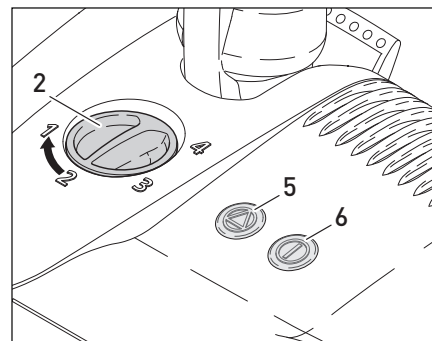

Figure 1
Mise en marche de la brosse motorisée (fig. 1 & 2)
B. Pour le nettoyage par simple aspiration des surfaces délicates ou des sols durs, la brosse motorisée est équipée d'un interrupteur marche/arrêt (#6, figure 1)*. Lorsque cet interrupteur est utilisé pour éteindre le rouleau à brosse, une lumière jaune brille pour indiquer que la brosse est sous tension. Appuyer sur le bouton en position on, la brosse se met à tourner et la lumière s'allume en vert.
Caractéristique du réglage de l'hauteur de la brosse (fig.1)
Lumières d'indication (Fig. 1, 2 & 3)
Lumière marche/arrêt verte* (#6, figure 1): La brosse est activée et tourne.
Lumière marche/arrêt jaune*:* (#6, figure 1): Le rouleau à brosse a été éteint et l'aspirateur fonctionne en mode d'aspiration verticale uniquement.
Lumière d'avertissement de brosse rouge* (#5, figure 1): La brosse n'est pas totalement engagée au tapis. L'hauteur devrait être baissée. Si l'hauteur est déjà basse, la brosse est donc abîmée et doit être remplacée.
Lumière d'avertissement de brosse rouge clignotant* (#5, figure 1): La brosse est bloquée. Éteindre la brosse motorisée déconnecter et puis quitter le blocage (voir page 7).